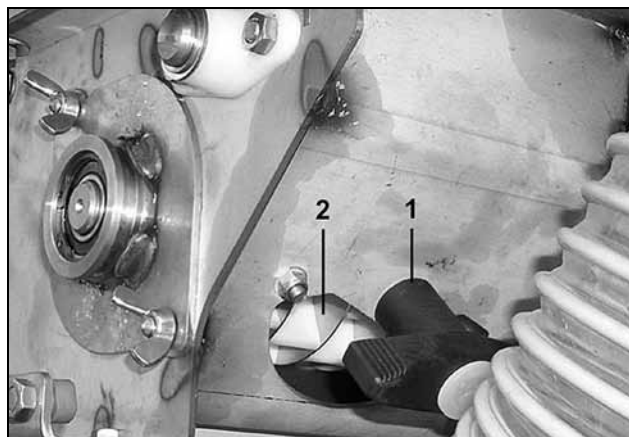

Fig. 118
- Aprire la valvola di svuotamento dei residui (Fig. 118/2) ruotando l'impugnatura (Fig. 118/1).
- Chiudere la valvola di svuotamento dei residui (Fig. 118/2) e fissare il recipiente di raccolta della semente sul contenitore della semente.